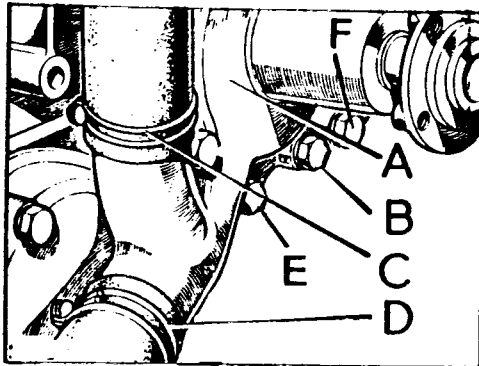

Fig. A1-29 Desmontaje de la bomba de agua
- 1.6. Soltar las bridas, C y D (Fig. A1-29) y separar los dos manguitos de la bomba de agua.
- 1.7. Desmontar los 5 tornillos, B (Fig. A1-29) que fijan exclusivamente la bomba, y los 4 tornillos, E, que fijan la bomba de agua y la tapa de la distribución. Extraer la bomba de agua, A, en unión de su junta.
- 2.2. Montar la bomba de agua, fijándola con sus tornillos y arandelas, B y E (Fig. A1-29) e instalar los dos manguitos, fijándolos con sus bridas, C y D (Fig. A1-29).